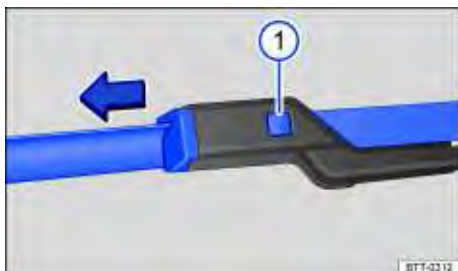

Fig. 137 Substituir as palhetas dos limpadores do para-brisa.
- Manter a tecla de destravamento ⇒ Fig. 137 ⓘ pressionada e, ao mesmo tempo, retirar a palheta dos limpadores do para-brisa no sentido da seta.